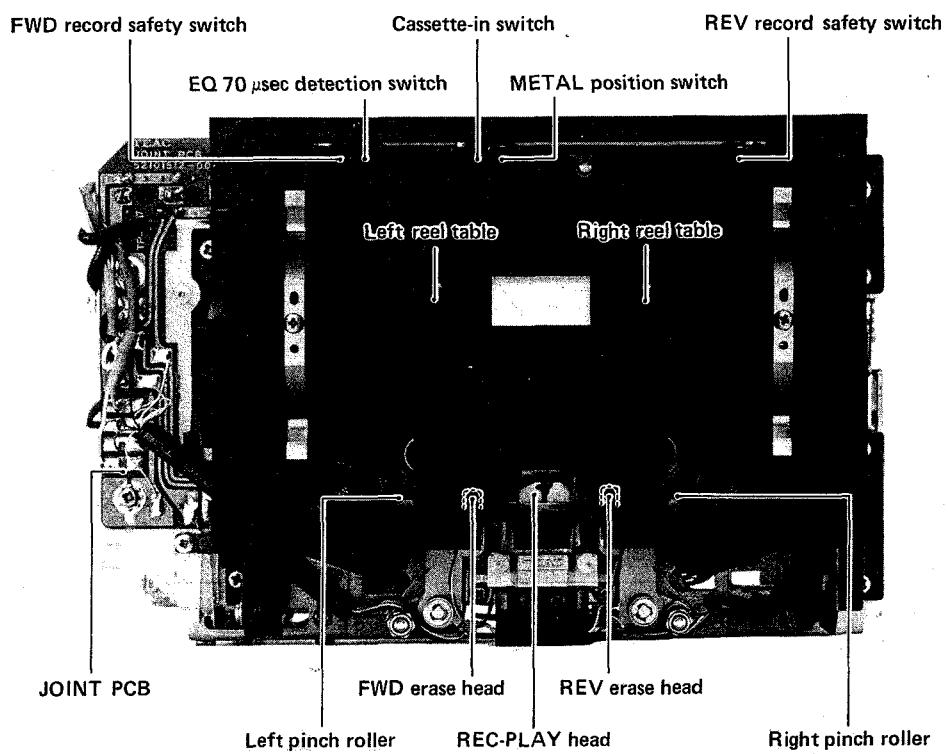

Fig. 3-2 Transport front view トランスポート前面図
1. While pushing up the cassette-in switch with the cassette holder shut (Fig. 3-2), place in forward play mode. Keep the cassette-in switch pushed up during measurement.
1. カセット・ホルダを開じた状態で、カセット・イン・スイッチ(Fig.3-2)を上方に押して、FWDプレイ・モードにする。測定中、カセット・イン・スイッチは上方に押し続けること。